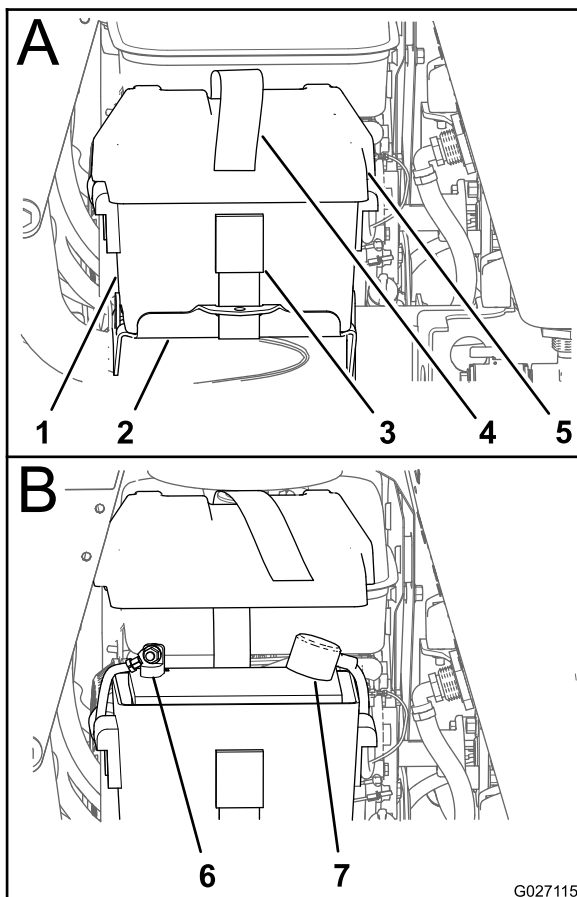

Figura 87
2. Retire el extremo libre de la correa de la batería de la hebilla, y retire la tapa de la batería de la caja de la batería (Figura 87).
- Si el cable positivo también está desconectado, conecte el **cable positivo (rojo)** al borne positivo de la batería y coloque la cubierta sobre el borne positivo (Figura 87).
- Alinee la tapa de la batería con la caja de la batería y sujete la tapa y la caja a la bandeja de la batería con la correa de la batería (Figura 87).
2. Retire la tapa de la batería (Figura 87); consulte el paso 2 de Comprobación de la carga de la batería \(página 68\).
6. Alinee la tapa de la batería con la caja de la batería y sujete la tapa y la caja a la bandeja de la batería con la correa de la batería (Figura 87).